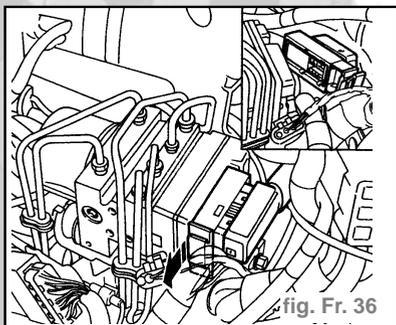

fig. Fr. 36
- Débrancher le connecteur d'alimentation du groupe hydraulique de commande en tirant le dispositif de fixation dans le sens de la flèche (fig. Fr. 36).